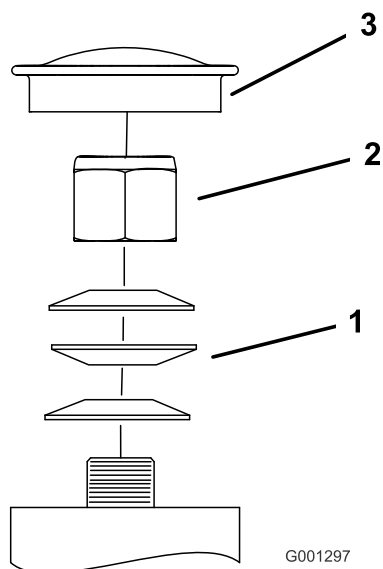

Figure 59
- Retirez le capuchon antipoussière de la roue pivotante et serrez le contre-écrou (Figure 59).
- Continuez de le serrer jusqu'à ce que les rondelles élastiques soient aplaties, puis desserrez-le de 1/4 de tour pour obtenir la précharge correcte des roulements (Figure 59).
Important: Veillez à placer les rondelles comme illustré (Figure 59).
- Remettez le capuchon antipoussière en place (Figure 59).